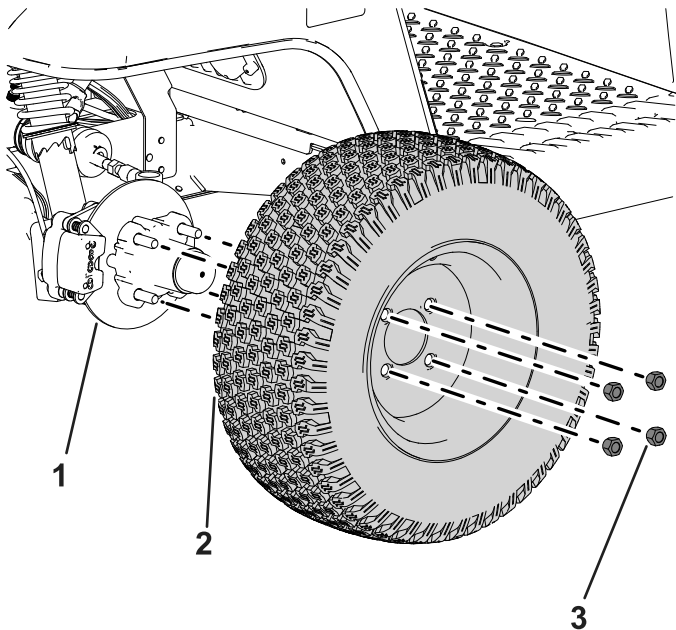

Figure 32
2. Retirez les 4 écrous qui fixent la roue sur le moyeu (Figure 32).
- Alignez les trous de la roue et les goujons du moyeu, puis montez la roue sur le moyeu en plaçant la valve à l'extérieur (Figure 32).
- Fixez la roue au moyeu avec les écrous de roue (Figure 32).